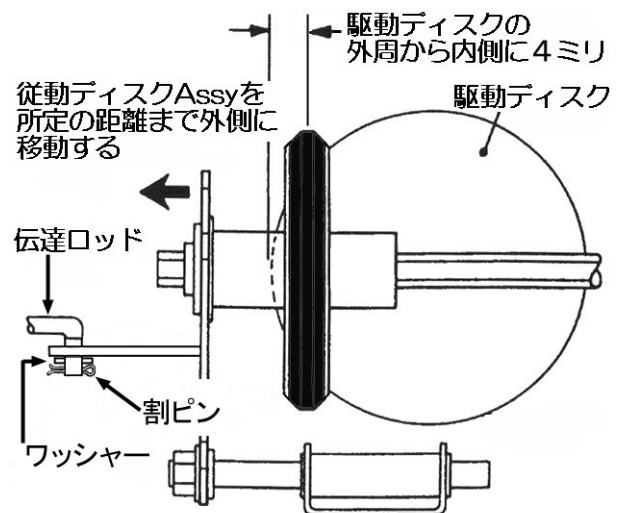
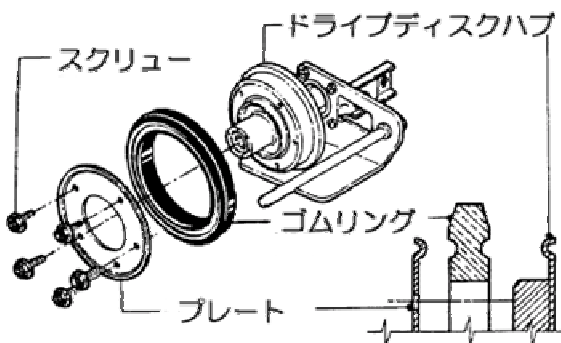

図6-9
図6-12A
4. 従動ディスクを駆動ディスクの端から3~4ミリの位置にセットします。(図6-9)
8. 変速レバーをいったん低速に入れてから高速に戻します。従動ディスクと駆動ディスクの端の距離(3~4ミ)が狂っていないか確認します。(図6-9)
④ 従動ディスクラバーの交換
3. 駆動ディスクとゴムのリングを固定する5本のスクリューとプレートを外します。(図6-12A)
⑤ 従動ディスクのベアリングの交換
1. 伝達ロッドからピンとワッシャを取り外し、ドライブディスクAssyの穴から伝達ロッドを取り外します。(図6-9)